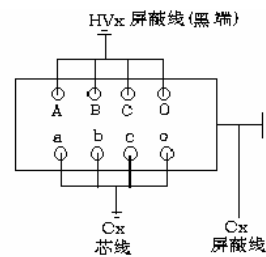

图12 变压器接法
(1) 一次绕组对二次绕组（中性点均未接地）
A.接线见图 12